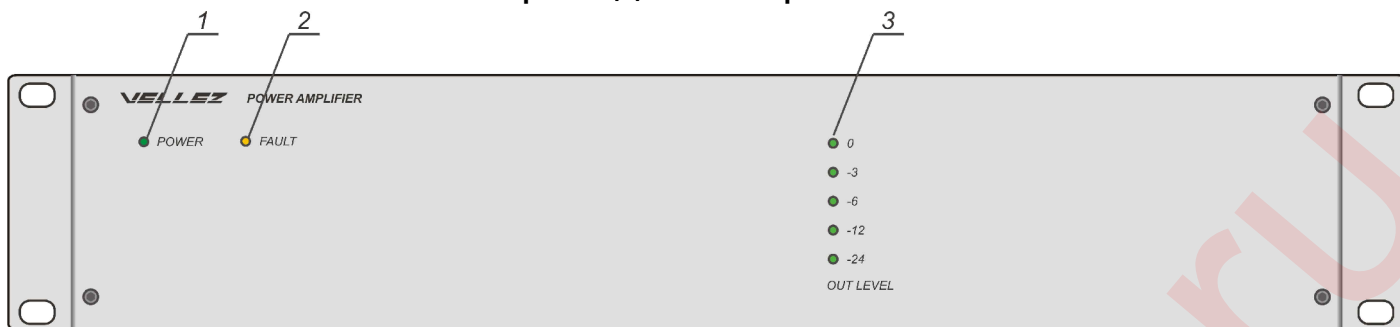

Рисунок 12
9.3 Размещение индикаторов на передней панели усилителя мощности и их назначение приведено на рис. 12.